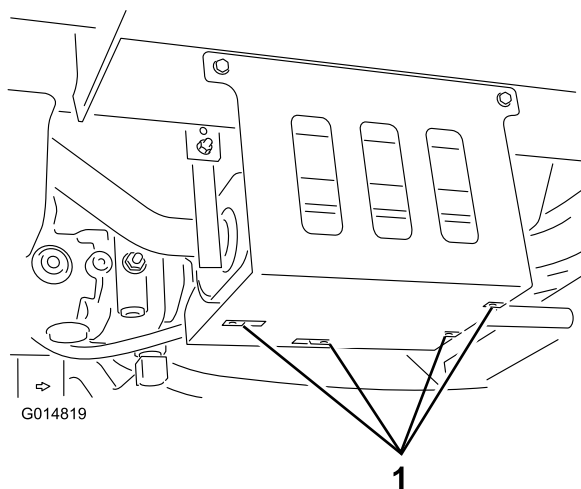

図 1
1. マフラ用防熱シールド U ナット 4 個を取り付ける (図 1)。